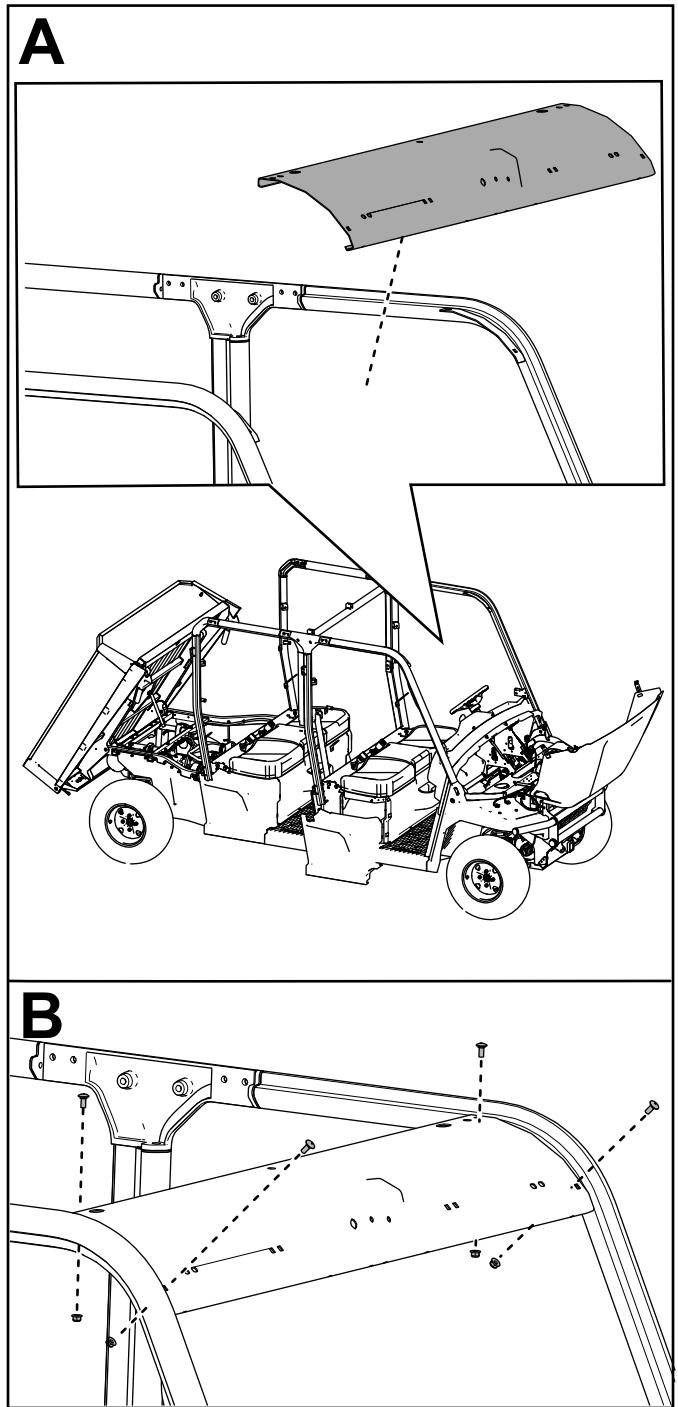

図 42
15. 左側フレームチューブに、アクチュエータマウントを取り付けるキャリッジボルト $5/16 \times 1\frac{1}{4}$ " 4 本とロックナット $5/16$ " 4 個で図 42 のように取り付ける。